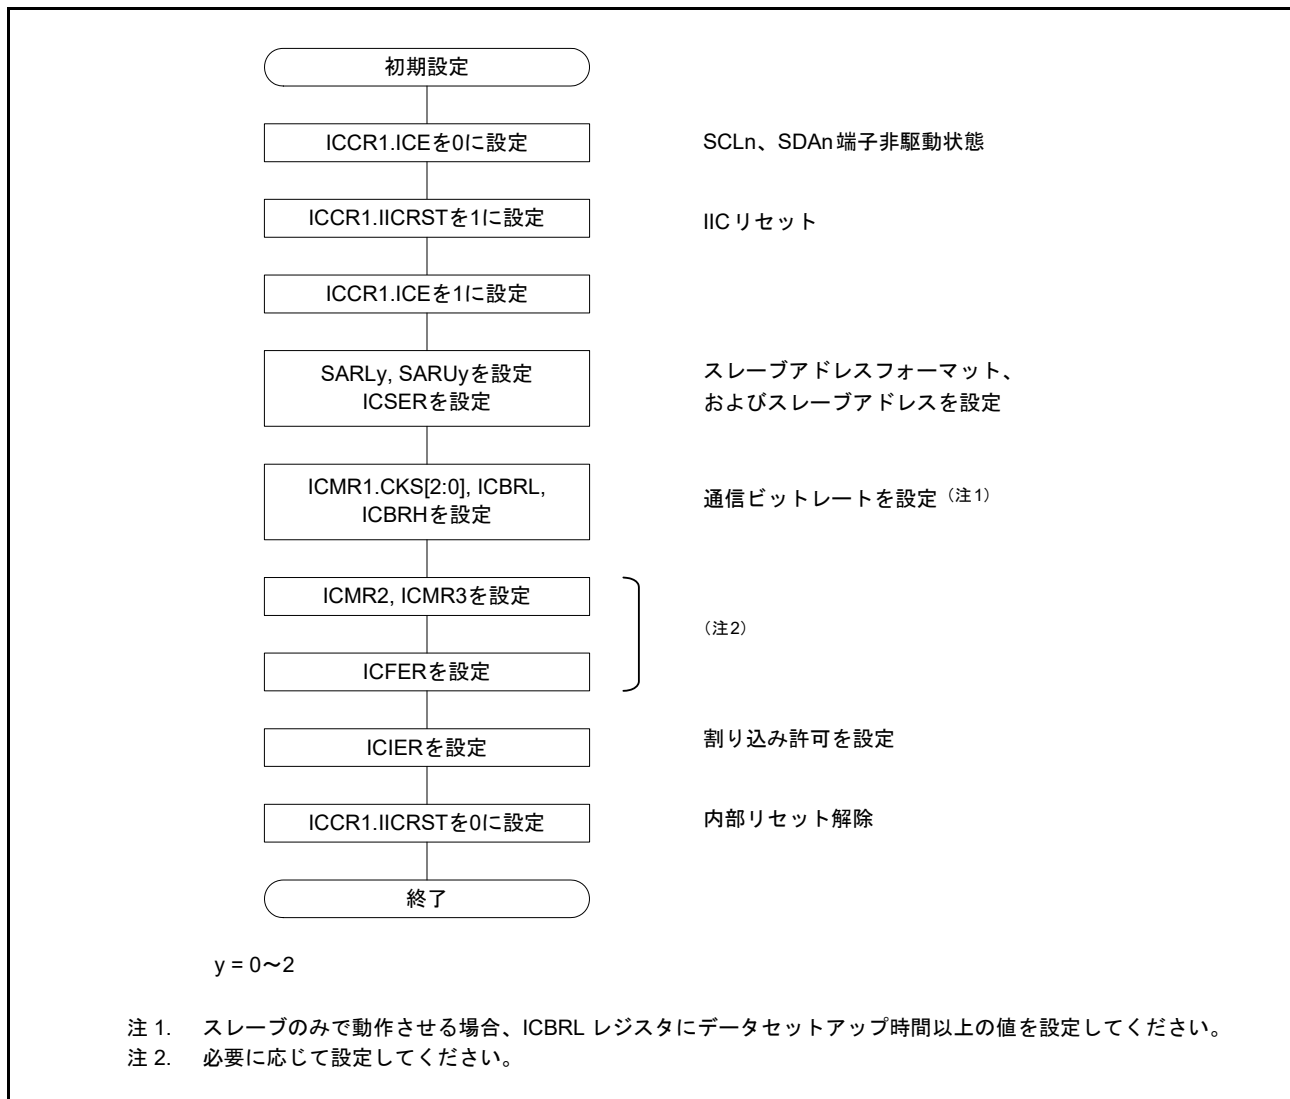

図 28.5 IIC の初期化フローチャート例
データの送受信を開始する場合、図 28.5 に示す手順に従って IIC を初期化してください。
4. SARLy、SARUy、ICSER、ICMR1、ICBRH、ICBRL の各レジスタ (y = 0 ~ 2) を設定し、その他のレジスタを必要に応じて設定します。IIC の初期設定については、図 28.5 を参照してください。